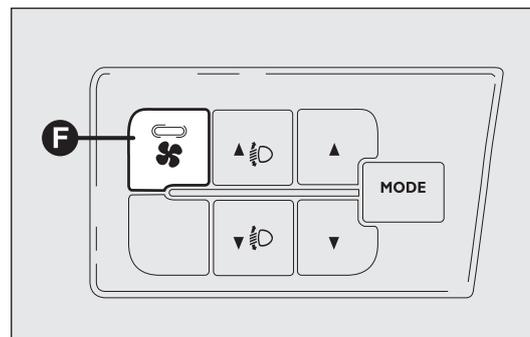

fig. 54
**AVVERTENZA** Per garantire un disappannamento/sbrinamento rapido, in caso di presenza di riscaldatore/condizionatore supplementare (sotto il sedile anteriore o posteriore per versioni Panorama e Combinato), se attivato, procedere alla disattivazione tramite pulsante F (led spento) ubicato sulla mostrina comandi fig. 54.
Su alcune versioni è inoltre presente, sotto il sedile lato guidatore, un riscaldatore supplementare la cui ventola si aziona tramite il pulsante F ubicato sulla mostrina comandi fig. 54.